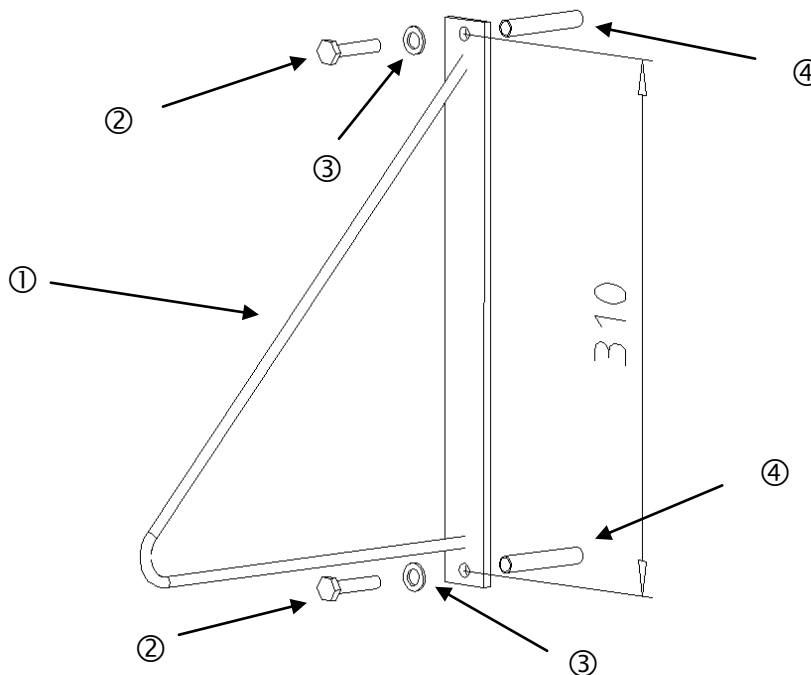

Abbildung 1: Wandhalterung zum Aufhängen von Netzbügeln
Bohren Sie 2 Löcher nach dem in Abbildung 1 angegebenen Maß (in mm) in die Wand und stecken Sie die Nyldübel ④ in die Bohrlöcher. Schrauben Sie die Wandkonsole ① mit den Sechskantschrauben ② und Unterlegscheiben ③ an der Wand fest.